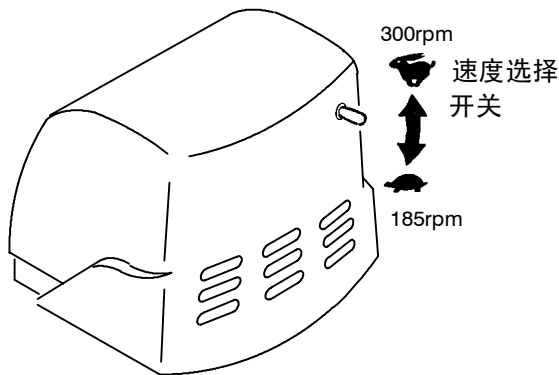

图 3
2. 双速型号：选择合适的马达速度。向下放置速度选择开关（185rpm），用于洗地、除蜡和地毯清洁。向上放置速度选择开关（300rpm），用于抛光清洗（图 3）。